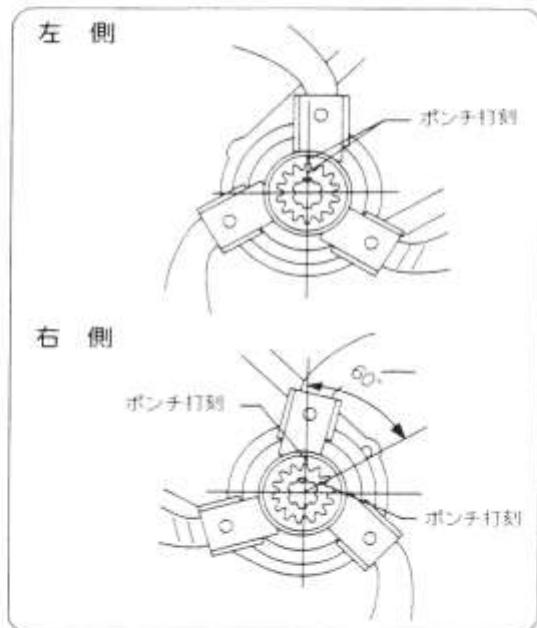

図37
- ① クロス刃受の組付けは図37を参照にして組付けしてください。